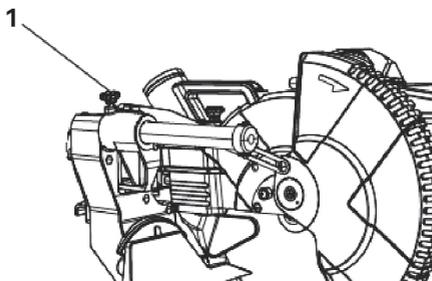

рис. 8
1. После извлечения пилы из коробки ослабить ручку блокировки выдвжной каретки (1), расположенную слева от выдвжной каретки (рис. 8).